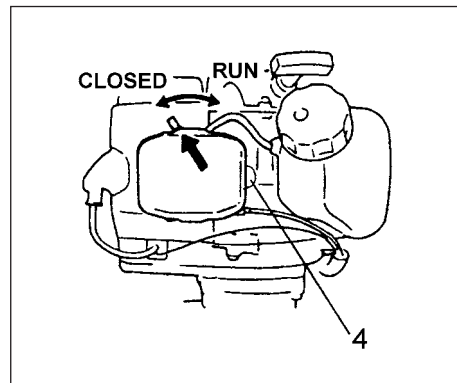

Fig. 2-3
\*Pumpa på handpumpens blåsa (4) tills bränslet strömmar in i blåsan eller returledningen(5). (om sådana finns). (Fig. 2-3)
3. Skjut chokereglaget till stängt läge. (Fig. 2-3)
5. När motorn visar tecken till att starta, öppna chokereglaget och drag återigen kraftigt i starthandtaget.(Fig. 2-3)